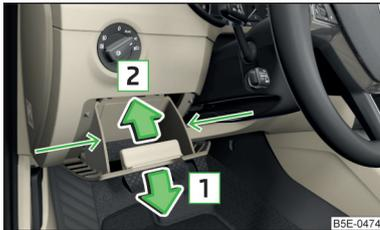

Abb. 238
- Das Ablagefach seitlich im Bereich der Pfeile fassen » Abb. 238.